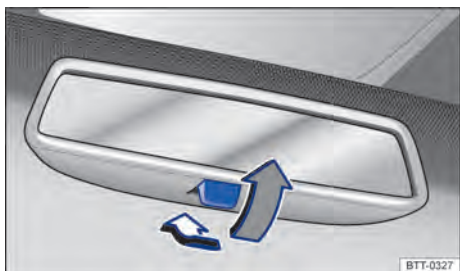

Fig. 106 No para-brisa: espelho retrovisor interno com antiofuscante manual.
- Para evitar o ofuscamento, puxar a alavanca para trás ⇒ Fig. 106.